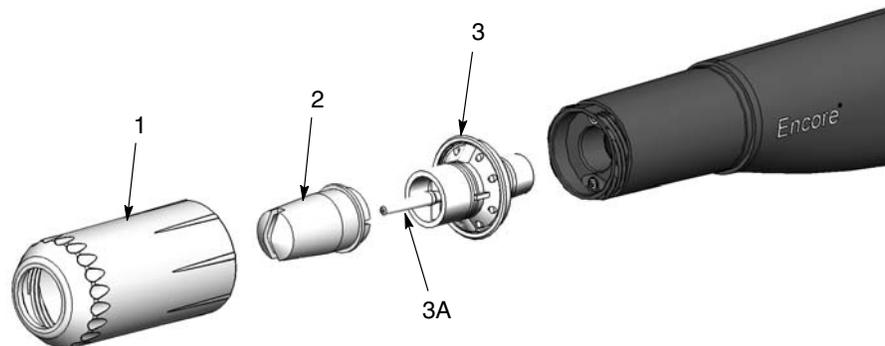

Figura 4-1 Remoção e montagem do bico para pintura plana
1. Consulte a figura 4-1. Desenrosque a porca do bico (1) no sentido contrário ao dos ponteiros do relógio.
2. Puxe o bico para pintura plana (2) para fora do conjunto do elétrico (3).